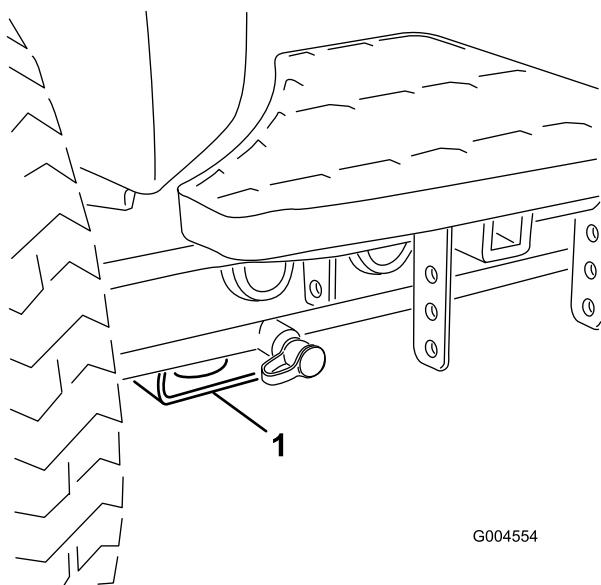

図 40
- 前各前輪の内側、アクスルチューブの下にある四角いパッド(図40)